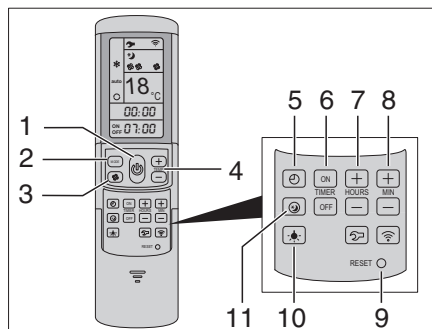

Fig. 310 Télécommande
La climatisation est montée sur le toit du véhicule. La télécommande (Fig. 310) pour la climatisation se trouve dans le coin cuisine.
- Pour la mise en service, appuyer sur la touche (Fig. 310,1) de la télécommande.
- Régler le mode de fonctionnement désiré avec la touche MODE (Fig. 310,2).
- Si nécessaire, régler l'étage de ventilateur désiré avec la touche (Fig. 310,3) et la température ambiante avec les touches (Fig. 310,4).
- Pour la mise hors service, appuyer à nouveau sur la touche (Fig. 310,1) de la télécommande.
- Pour la programmation, enclencher la climatisation avec la touche (Fig. 310,1) sur la télécommande.
- Régler le mode de fonctionnement désiré avec la touche (Fig. 310,2) et la température ambiante avec les touches (Fig. 310,4).
- Sélectionner la fonction désirée avec les touches (Fig. 310,6) :
- Avec les touches (Fig. 310,7 et 8), sélectionner la durée de commutation désirée (15 minutes à 24 heures).
- Confirmer le réglage avec les touches "ON" ou "OFF" (Fig. 310,6).